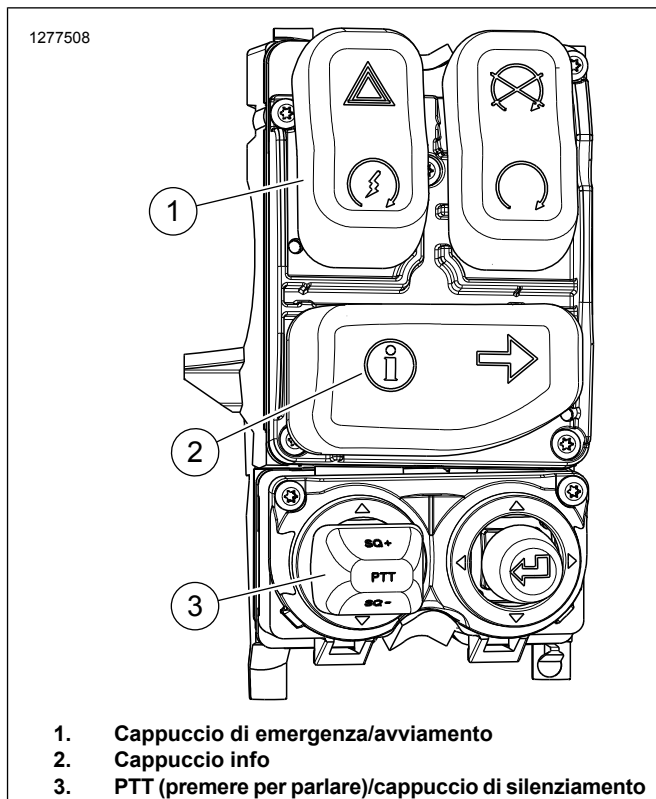

Figura 6. Comando di destra 2014 e successivi (71500130C)
1. Vedere Figura 6 Sostituire modulo di comando di destra con codice n. 71500130C. Vedere il manuale di manutenzione.
- b. Vedere Figura 6 Rimuovere il tasto Info (2) dal nuovo modulo di comando.
- b. Vedere Figura 6 Rimuovere il tasto Info (2) e Pericolo/Avviamento (1) dal nuovo modulo di comando.